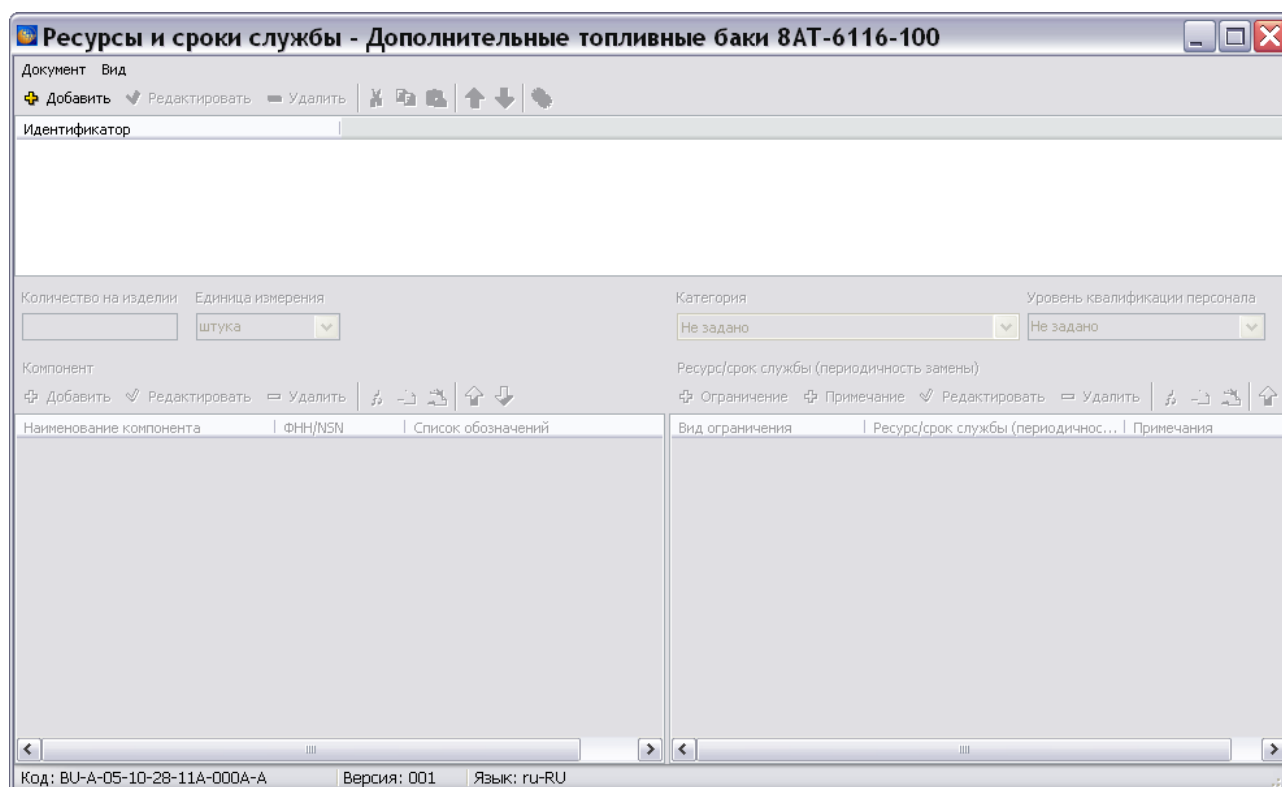

Рис. 9.3
4. Выделите версию и нажмите на кнопку  **Редактировать**. При этом откроется диалоговое окно редактора с названием модуля данных (Рис. 9.3).